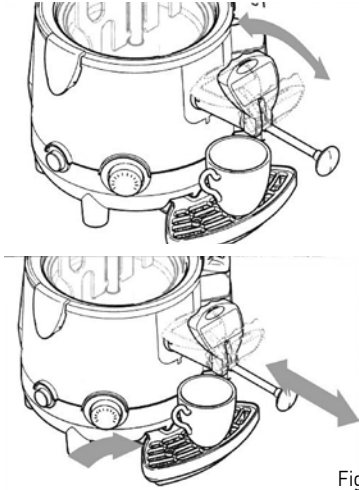

Fig. 1
- Wenn die heiße Schokolade zu langsam vergossen wird, dann wird ein maximales Ausschwenken des Hebels empfohlen; um die Rückstände im Spender zu beseitigen, muss man mehrfach am Hebel ziehen und ihn zu sich bzw. von sich weg stoßen, ohne dass das Gerät ausgeschaltet wird (Siehe: Abb. 1).